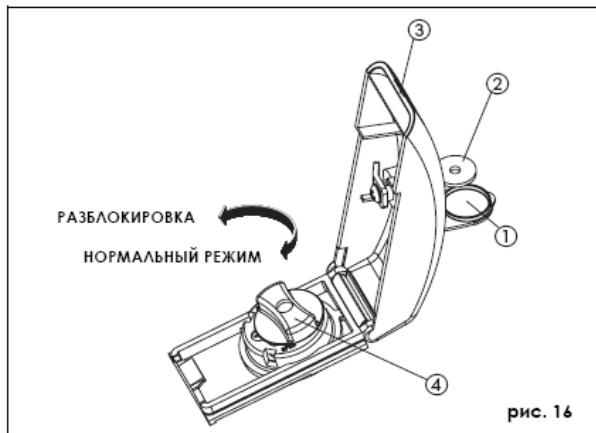

рис. 16
- Поднимите защитную заглушку (рис. 16, поз. 1) и вставьте прилагаемый ключ (рис. 16, поз. 2).
- Откройте крышку (рис. 16, поз. 3).
- Поверните ручку против часовой стрелки на 2 оборота (рис. 16, поз. 4).
- Для восстановления нормального режима работы поверните ручку (рис. 16, поз. 4) по часовой стрелке до упора.
- Закройте крышку и поверните ключ (рис. 16, поз. 2) против часовой стрелки на 90°.
- Вытащите ключ и установите защитную заглушку (рис. 16, поз. 1).